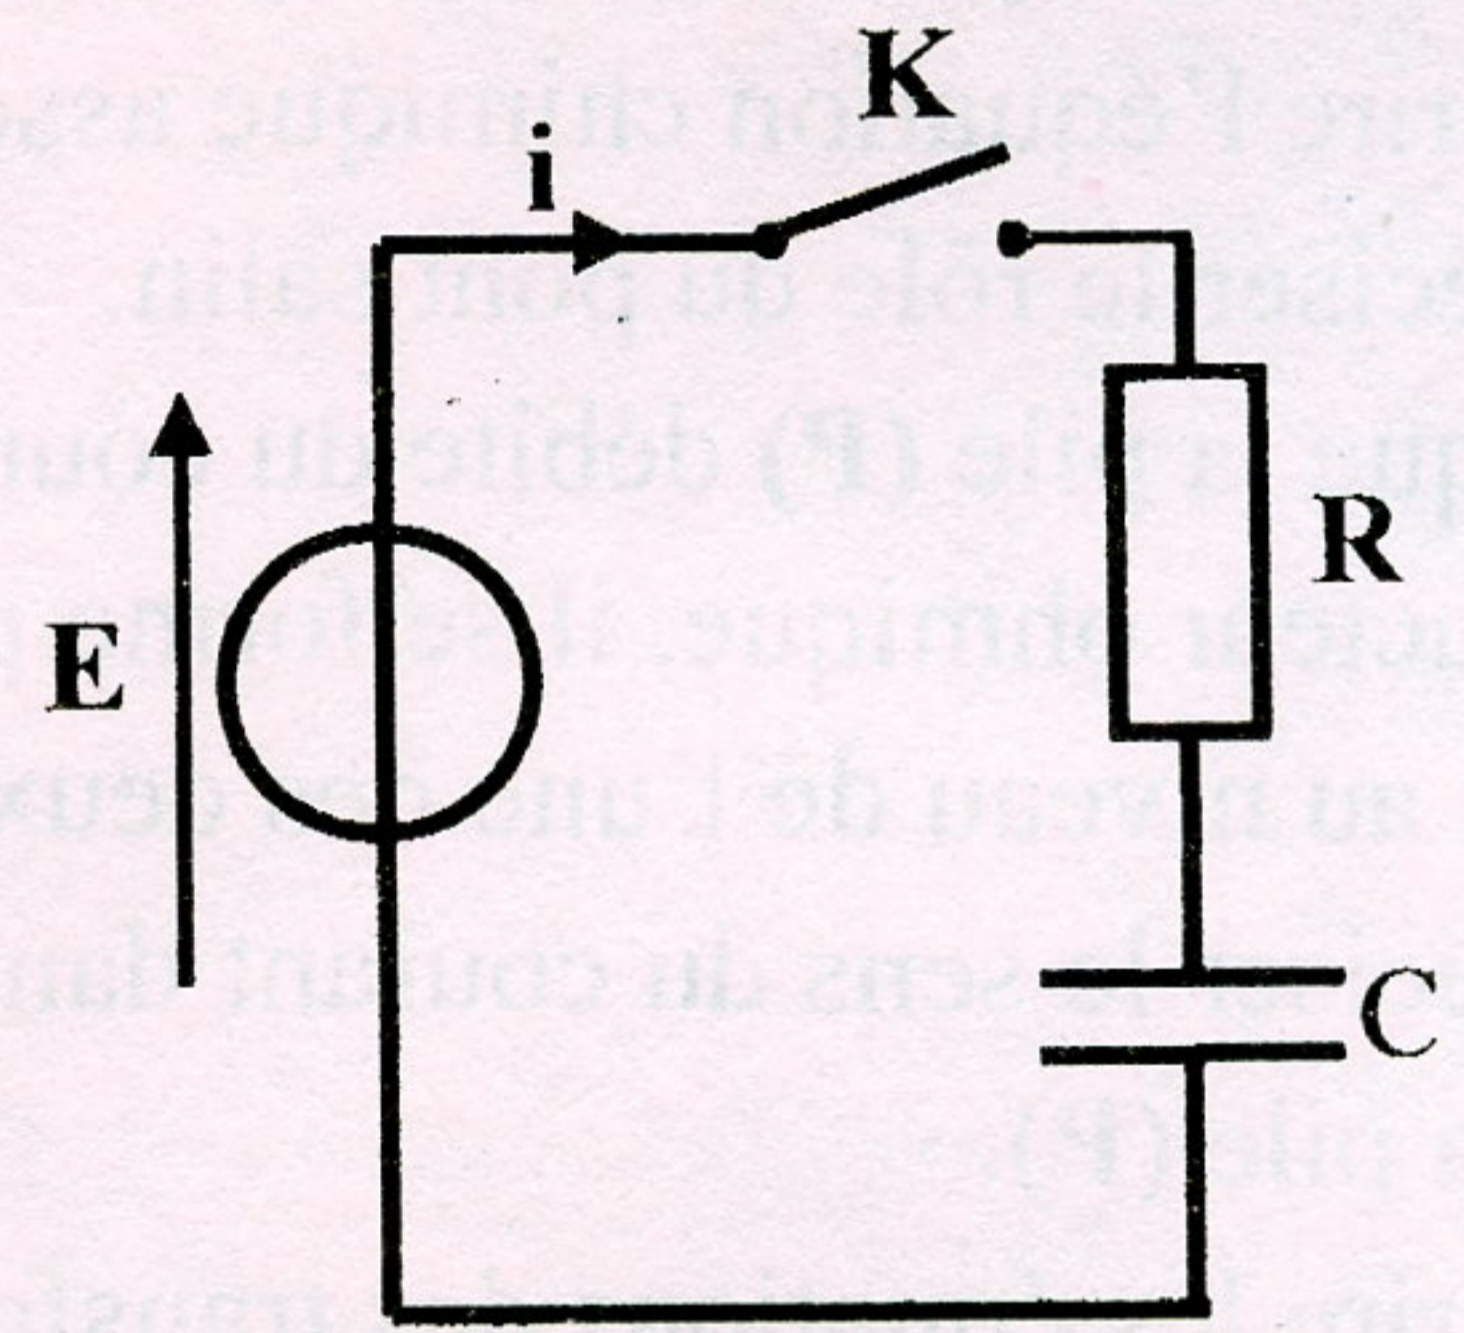
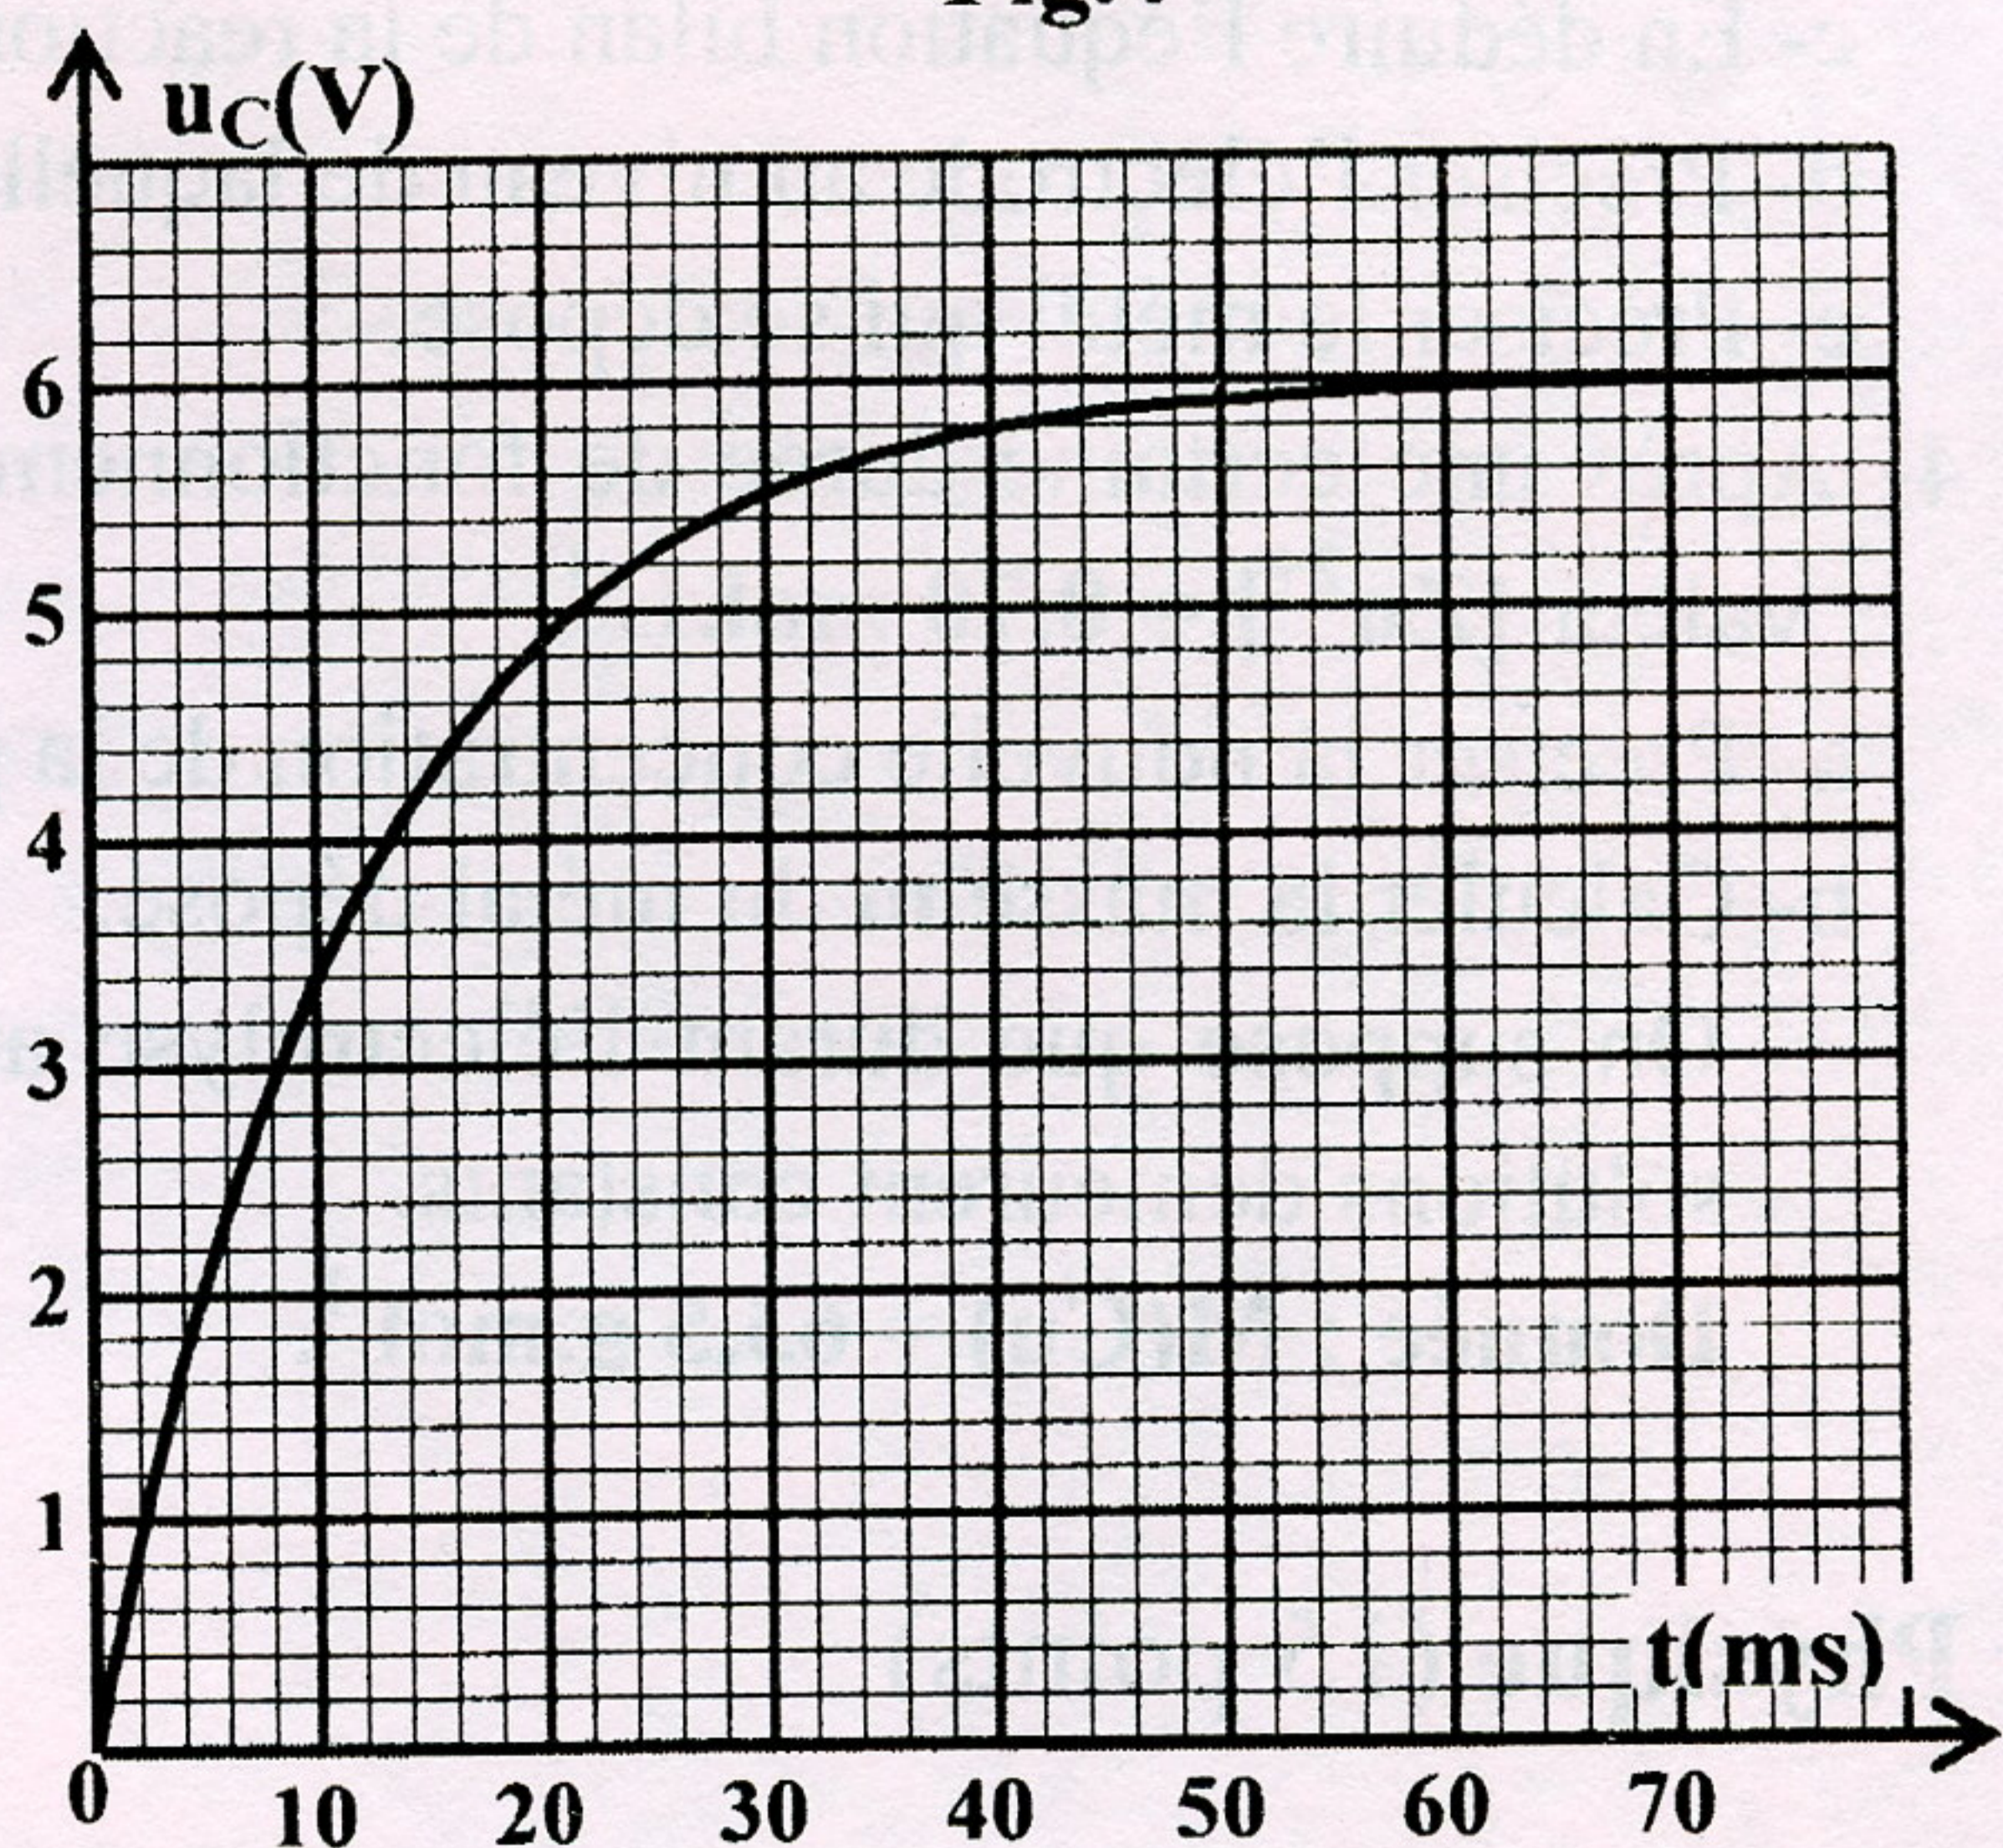

Fig.4
Fig.5
II On considère le montage constitué du même condensateur de capacité C , d'un conducteur ohmique de résistance $R = 1 \text{ k}\Omega$, d'un interrupteur K et d'un générateur de tension de fem E . Le schéma du montage est donné par la **figure 4**.
- 3- On réalise le montage du circuit de la **figure 4**. A un instant $t = 0$, on ferme le circuit et on suit l'évolution au cours du temps de la tension $u_C(t)$. Cette évolution est donnée par la courbe de la **figure 5**. Par exploitation de cette courbe: